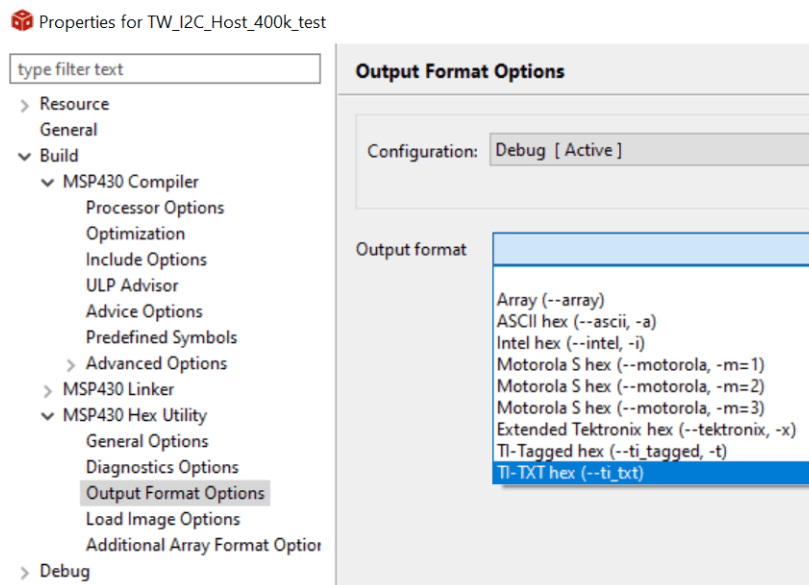

图 2-5. 在 CCS 中生成 TI-TXT 十六进制文件
- 以 TI-TXT 十六进制格式准备目标器件固件（请参阅图 2-5）。